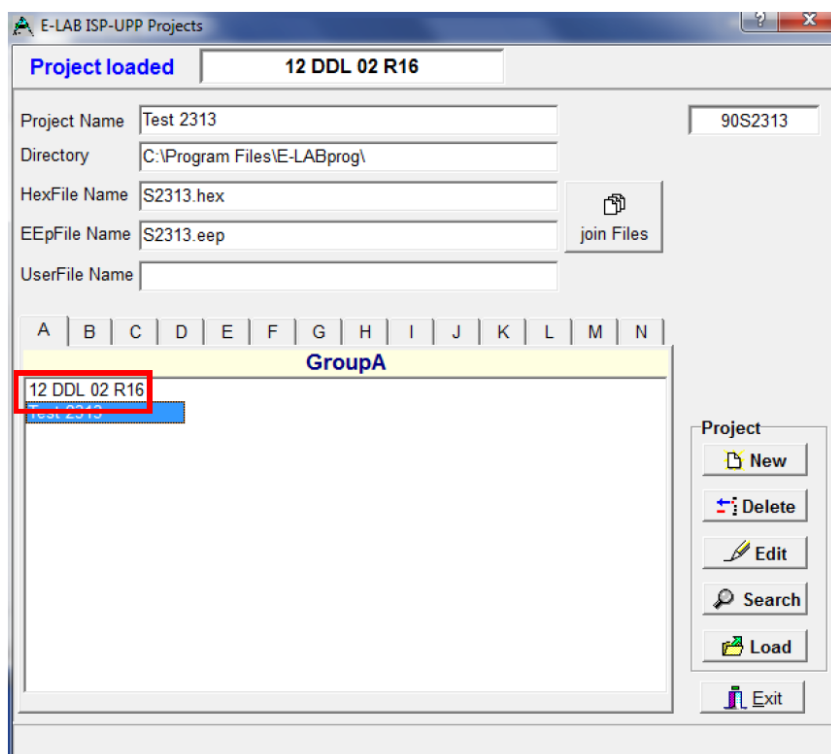

Рисунок 6
2.6 Файл встроенного ПО теперь загружен в программное обеспечение E-LAB ISP-ICP (рисунок 6).